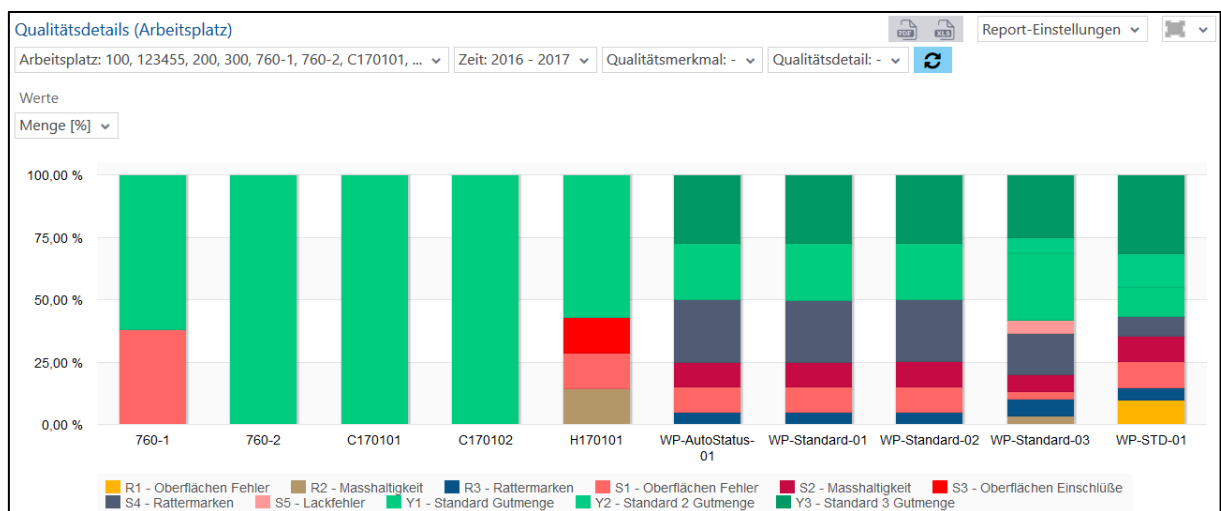

Bild 99: Qualitätsdetails (Arbeitsplatz) als Säulendiagramm
- Qualitätsdetails (Arbeitsplatz) als Säulendiagramm (Bild 99):